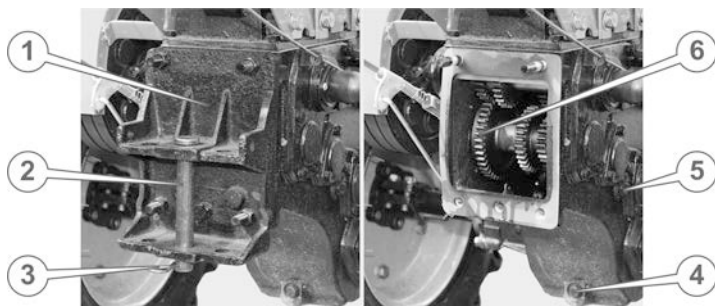

Рис. 4.28.
Навесное и прицепное оборудование крепится к мотоблоку с помощью прицепной цапфы (1) (см. рис. 4.28.) или жестким способом.